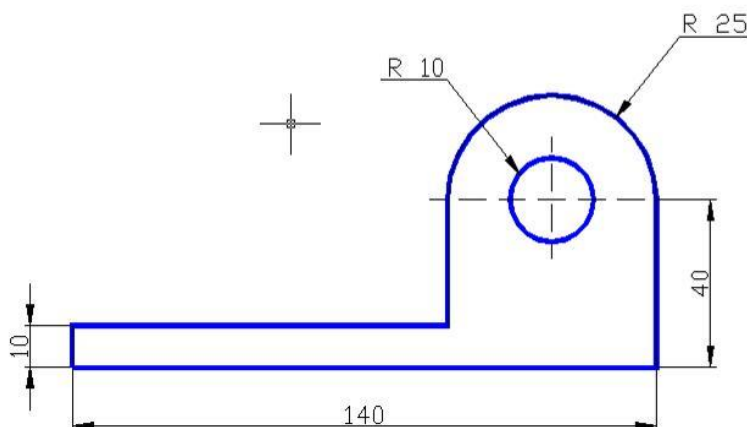

Рис.4
6. Используя навыки, полученные при выполнении предыдущих пунктов, построить чертеж по рис.4.